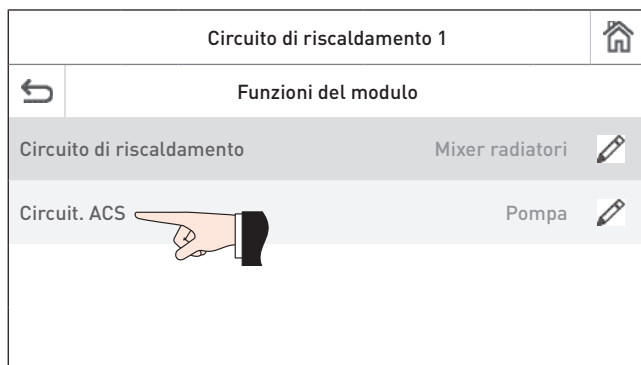
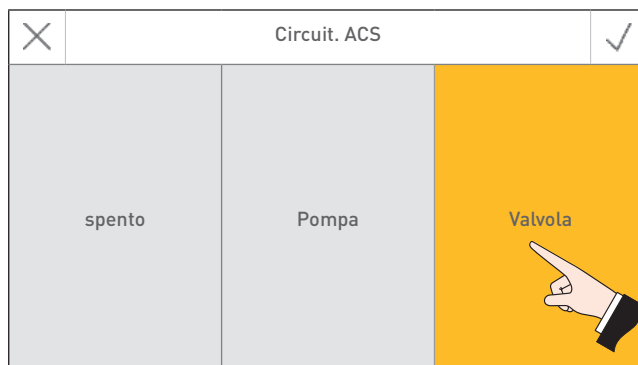

Fig. 26
Fig. 27
- Nel Settore di Servizio del modulo funzionale circuito di riscaldamento su InfoWIN Touch, alla voce di menu **"Settore di Servizio" → "Funzioni del modulo"** impostare Circuit. ACS (Fig. 26) su **"Valvola"** – Fig. 27.